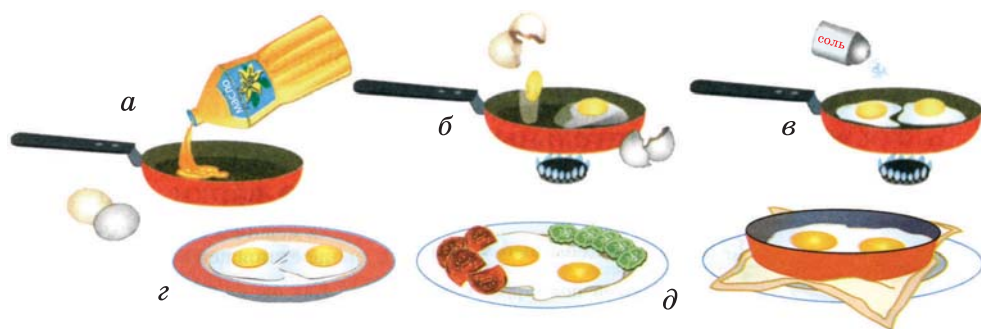

Рис. 4. Последовательность приготовления яичницы-глазуньи
2. Разогрейте на сковороде масло и, не нарушая целостности желтка, вылейте яйцо на сковороду (рис. 4, а, б).
3. Посолите и поджарьте яйца в течение 2–3 мин. Как только белок побелеет, снимите сковороду с огня (рис. 4, в).
4. Готовую яичницу переложите на тарелку, украсьте хорошо промытой зеленью петрушки, укропа. К яичнице можно подать свежие огурцы и помидоры. Если яичница была приготовлена в порционной сковороде, то ее можно поставить на закусочную тарелку, подложив бумажную салфетку (рис. 4, г, д).